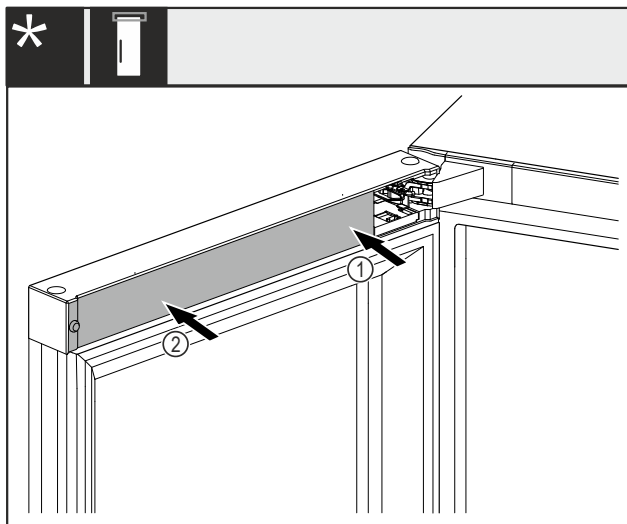

Fig. 50 *
- ▶ Założyć osłonę Fig. 50 (1) najpierw po stronie płytki zawiasu i zatrzasknąć.*
- ▶ Założyć osłonę Fig. 50 (2) od zewnątrz i zająć.*